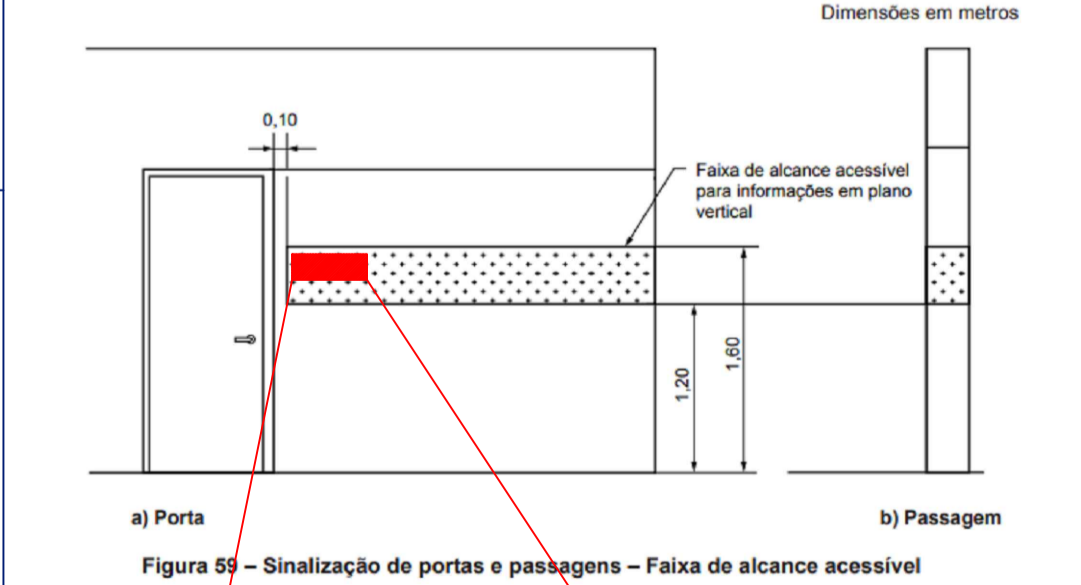

Figura 59 – Sinalização de portas e passagens – Faixa de alcance acessível
- a) a sinalização deve estar localizada na faixa de alcance entre 1,20 m e 1,60 m em plano vertical, conforme Figura 59. Quando instalada entre 0,90 m e 1,20 m, deve estar na parede ao lado da maçaneta em plano inclinado entre 15° e 30° da linha horizontal e atender ao descrito em 5.4.6.5, quando exceder 0,10 m;
- b) a sinalização, quando instalada nas portas, deve ser centralizada, e não pode conter informações táteis. Para complementar a informação instalada na porta, deve existir informação tátil ou sonora, na parede adjacente a ela ou no batente, conforme a Figura 59;
- d) nas passagens a sinalização deve ser instalada na parede adjacente, conforme a Figura 59;